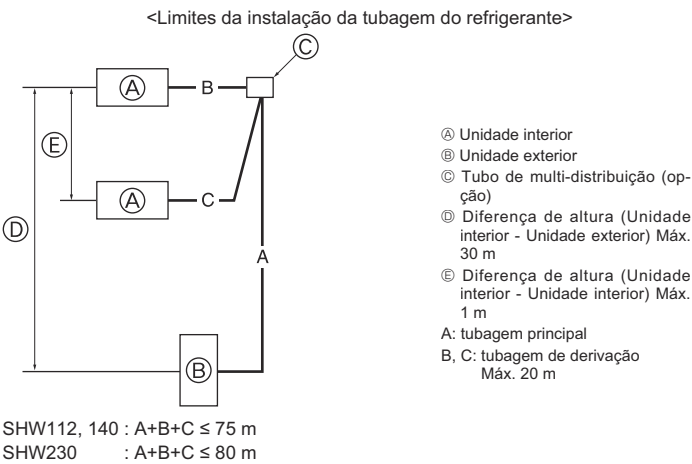

Fig. 4-10
4.8. Para a combinação dupla/tripla/quádrupla (Fig. 4-10) (Apenas para ares condicionados)